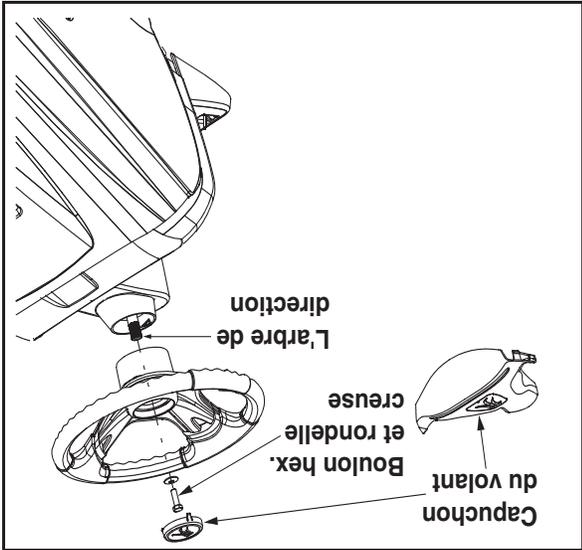

Figure 2
**REMARQUE:** Il y a deux styles de capuchon de volant. Voir la Figure 2. Les styles varient par le modèle.
- Positionnez le capuchon du volant au milieu du volant et appuyez à la main. Voir la Figure 2.